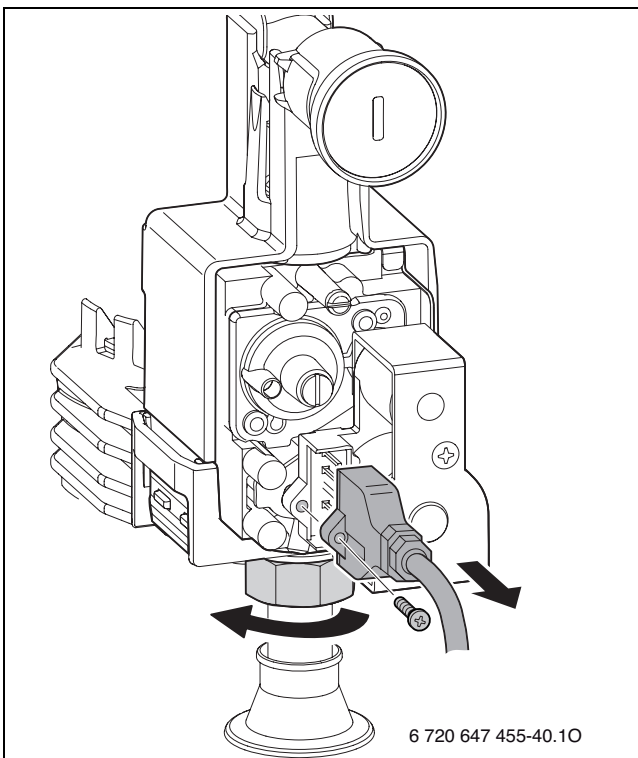

Fig. 79
- ▶ Rimuovere la vite (→fig. 79).
- ▶ Smontare la valvola del gas (→fig. 79, pag. 71).